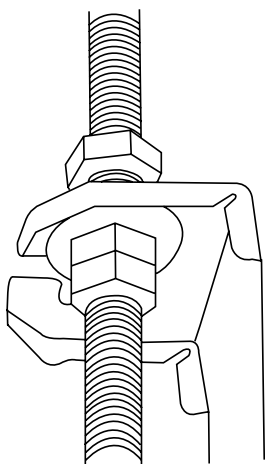

Рис. 4.8
- Установите внутренний блок. Для подъема и закрепления блока требуется не менее двух человек. Введите монтажные болты в отверстия для подвески блока. Закрепите их, используя прилагаемые шайбы и гайки (см. рис. 4.8).